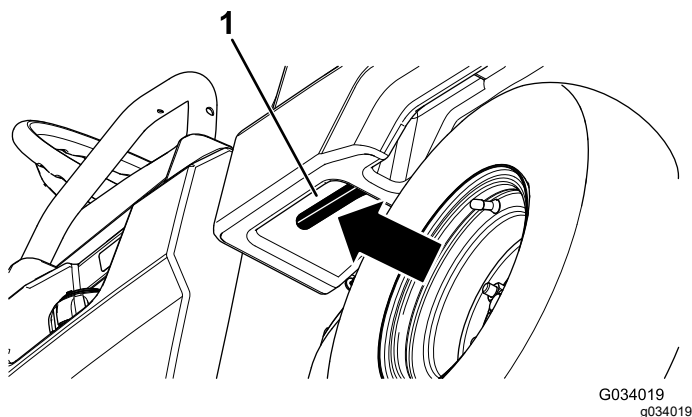

Figura 15
1. Tirate la leva a sinistra, all'interno del pianale, verso di voi e sollevate il pianale (Figura 15).
1. Sollevare leggermente il pianale alzando la leva del fermo (Figura 15).